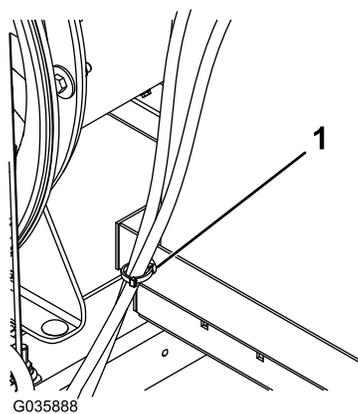

**Figura 9**
10. Fissate il flessibile del tubo di sfiato al canister a carboni attivi utilizzando la fascetta stringitubo precedentemente rimossa (Figura 9).